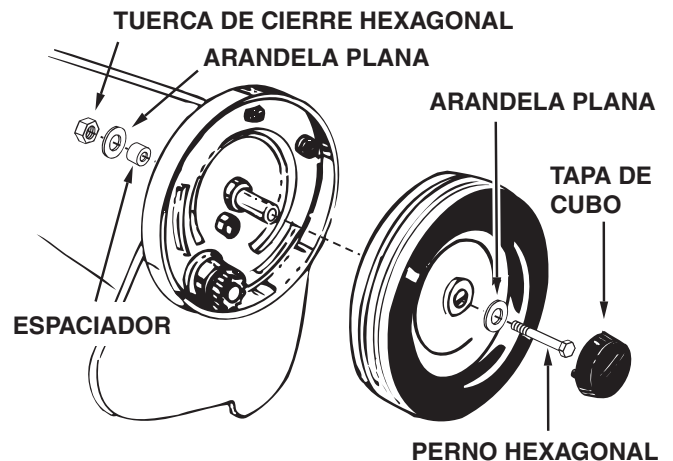

FIGURA 25
3. Cada dos años, desinstale las ruedas y limpie los engranajes que se encuentran dentro de la carcasa de la rueda. Después de limpiarlos, lubrique con una capa delgada y pareja de grasa liviana. Para desinstalar la rueda, quite la tapa de cubo haciendo palanca con un destornillador y retire la tuerca de cierre, la arandela plana y el espaciador del extremo del perno ubicados dentro de la barredora. Vea la figura 25.